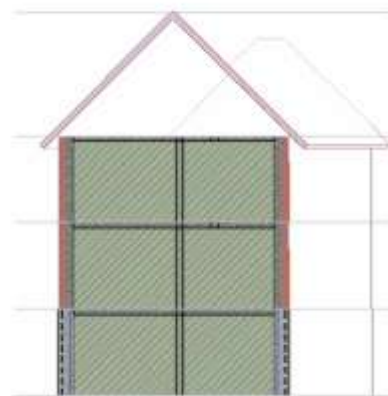

Рисунок 8.20
5. При нажатой клавише пробела произведите щелчок мышью. Появляется пунктирное изображение созданной крыши (рисунок 8.20).